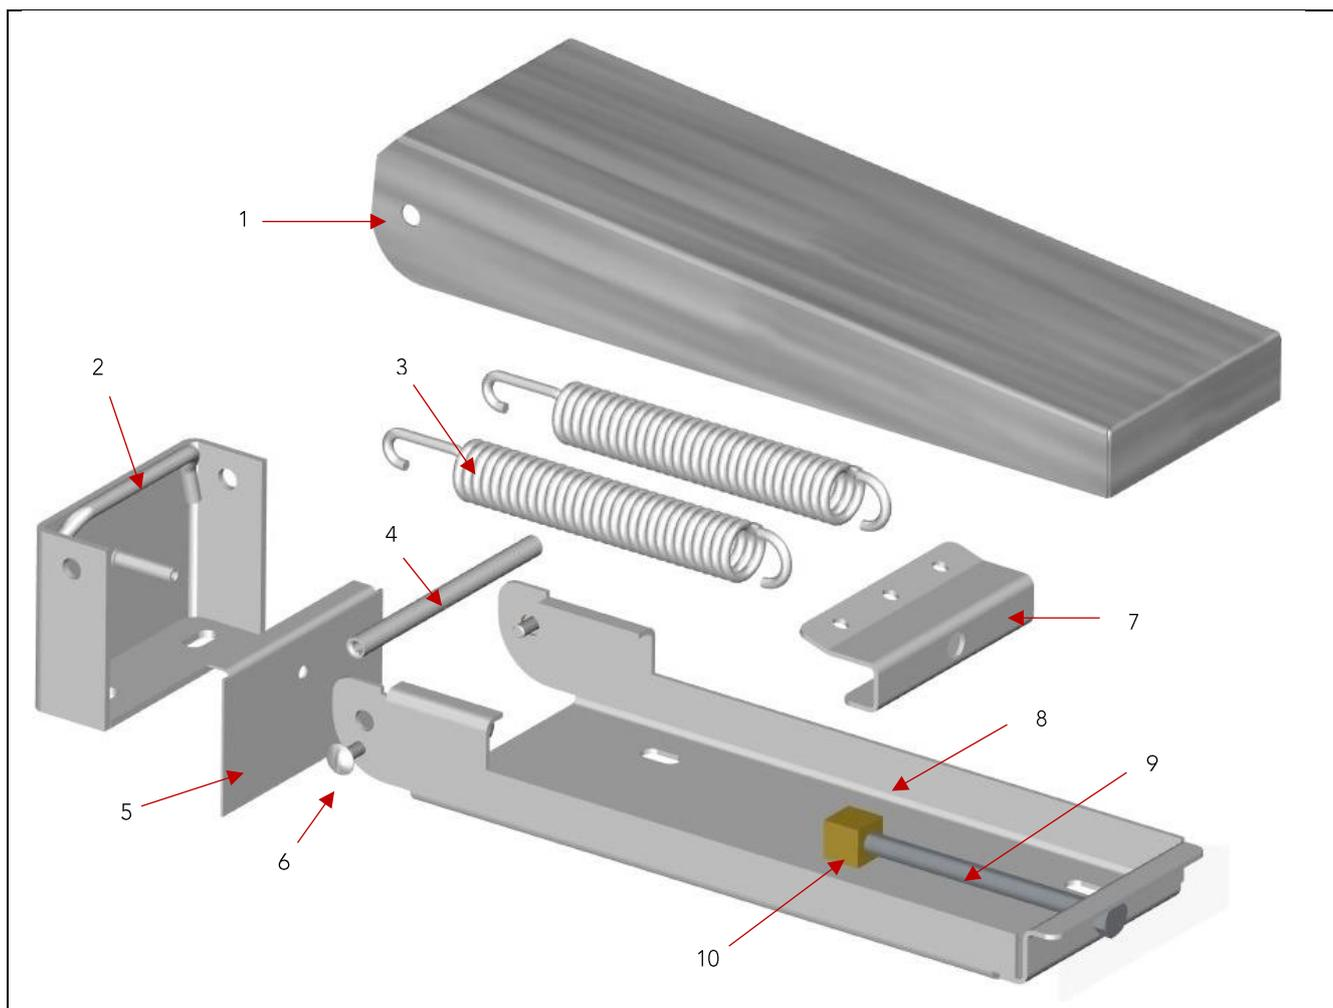

Fig2
- Fig2 brûleur avec 2 sorties venturi (Fig2 représentation du brûleur de la sauteuse 75 Aerodm²)